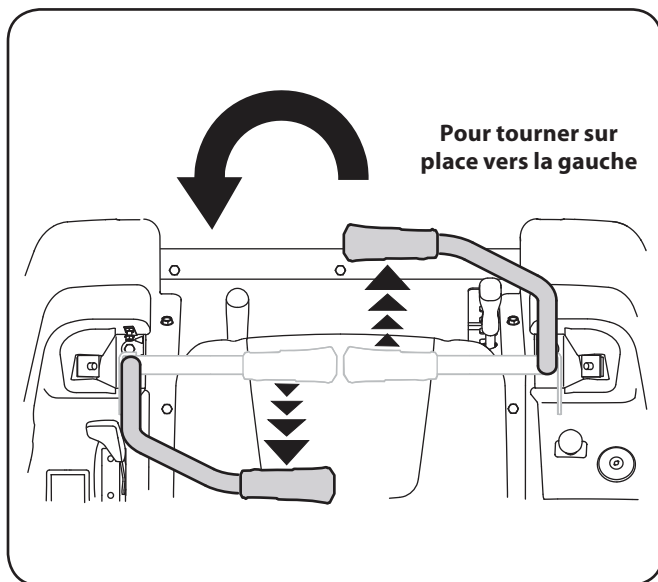

Figure 5-10
3. Pour tourner à gauche, poussez lentement le levier droit en tirant simultanément le levier gauche vers l'arrière. Voir la Figure 5-10.